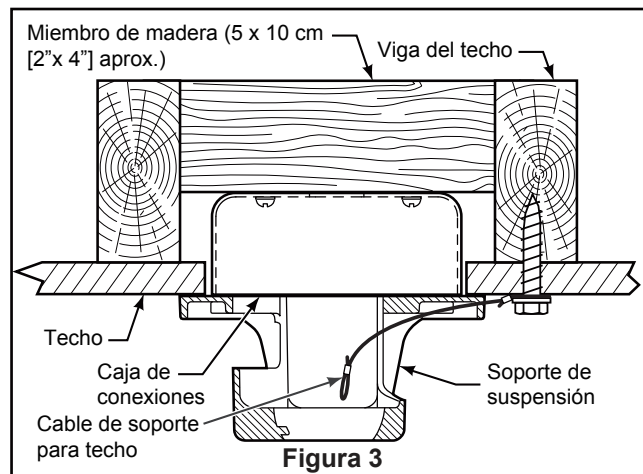

Figura 3
### Uso del soporte (Figura 3)
3. Vuelva a colocar la cubierta de la carcasa en la unidad del motor usando los tornillos extraídos anteriormente. (Figura 3)
3. Introduzca los cables de color marrón, azul, rojo, gris, amarillo cables y cable de seguridad a través de la varilla. (Figura 3)
1. Perfore un orificio de 1/4" en la estructura del edificio para evitar grietas con la instalación del tornillo de intervalo. Utilice el tornillo de intervalo de 3/8"x 2" y la arandela plana para fijar el cable de seguridad a la viga del techo o a la estructura de madera. Dicho tornillo pasará a través de arandela plana, la presilla del cable de seguridad y se fijará en la estructura del edificio. (Figura 3)
**NOTA:** el cable de soporte para techo no se puede asegurar solamente a la caja de conexiones; se debe asegurar directamente a la viga de techo o miembro estructural con el tornillo de cabeza cuadrada de 3/8"x2" y la arandela plana. (Figura 3)
2. Deslice el receptor en el soporte de suspensión antes de realizar el cableado como se muestra en la figura 3.
- 3.** Si desea instalar el kit de iluminación, sátese este paso. Instale la cubierta del cable del kit de iluminación en la placa de la bombilla usando las dos ranuras con clave. Sustituya el tornillo extraído en el Paso 2 y fije bien los tres tornillos. (Figura 3)